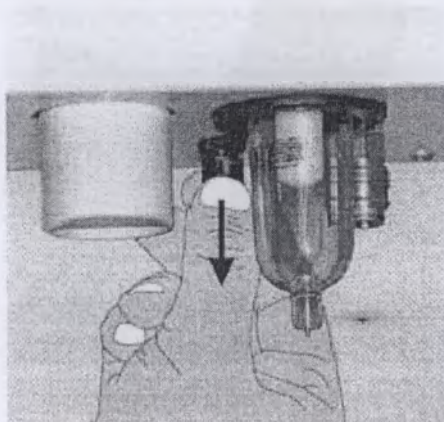
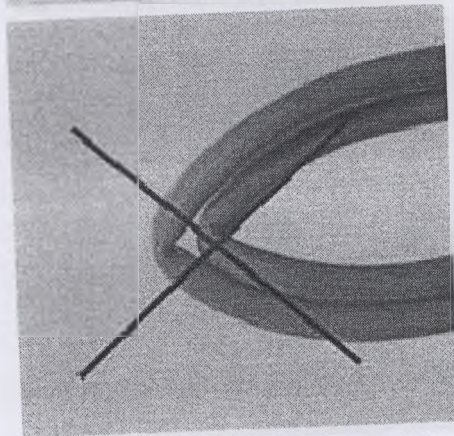
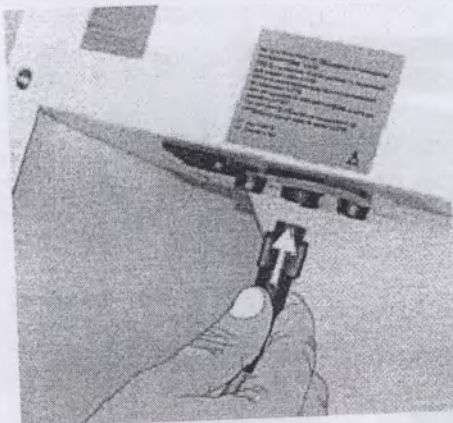

Рис.1
Рис. 8
Рис. 9
1. Подключите пескоструйный аппарат к сети сжатого воздуха с помощью синего соединительного шланга и комплекта для подключения (рис. 1 -7). Проследите, чтобы шланг сжатого воздуха нигде не был сжат (рис. 8). После этого подключить к аппарату педаль (рис. 9).